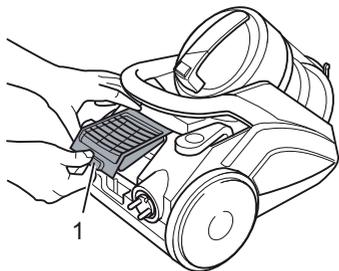

Abb. 32
2. Entriegeln Sie die Ausblasfilter-Abdeckung am dafür vorgesehenen Eingriff (Abb. 32/1) und entnehmen Sie diese.
5011002	1 Ausblasfilter-Abdeckung (Abb. 32/1)